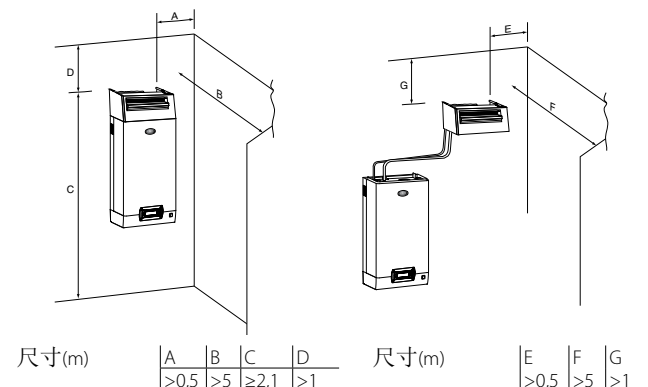

Fig. 3.c
2. "L"型安装支撑（参考Fig.3.c的第一部分）与型号为DP085*-DP025*蒸汽分配器一起提供。如果尺寸更短，该支撑可作为可选件提供（代码为18C478A088）。